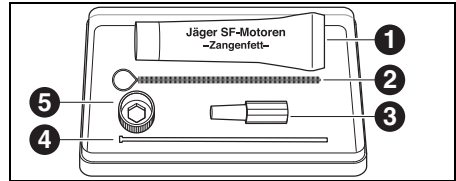

Bild 26 Serviceset für Jäger-Spindel
- ▷ Den äußeren Kegel der Spannzange mit dem im Set enthaltenen Zangenfett ([1] in Bild 26 auf Seite 36) leicht einfetten.